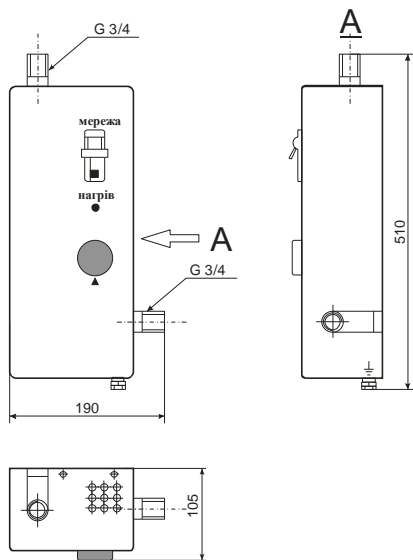

Рис. 1 Апарат КЕО-3/220-Б
**5.1** КЕО є апаратом, що складається з окремих вузлів, розміщених в сталевому корпусі форми паралелепіпеда (див. рис.1). Корпус є конструкцією, сприймаючою навантаження, які виникають при експлуатації і транспортуванні.